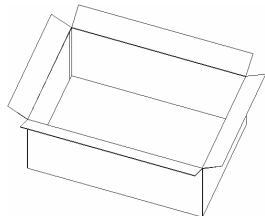

Рис. 13
- Агрегаты типоразмеров 015+051 поставляются упакованными в картонную коробку, установленную на поддон и закрепленную на нем обвязочными лентами (рис. 13).